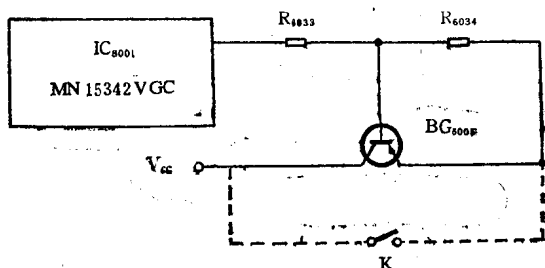

图1-1 NV-370 IC8001部分相关工作电路
例2 不能记录图像。打开底板, 按下记录键REC, 用万用表测IC₈₀₀₁ (VEFC007) 无12V工作电压, 再测输入12V电源的开关管BG₆₀₀₅集电极无高压输出。如图1-1所示, 用短路法将BG₆₀₀₅的ce两极短路, IC₈₀₀₁工作正常并
能记录信号, 由此可判断BG₆₀₀₅没有工作。BG₆₀₀₅的工作电压是由控制电路IC₈₀₀₁的③脚供给, 测③脚无电压输出。而③脚正常电压在静态时为6.5V, 在记录时是-1V, 肯定是IC₈₀₀₁内部烧坏所致。应急修理可按图1-1安装一只开关K, 在记录时将K闭合。